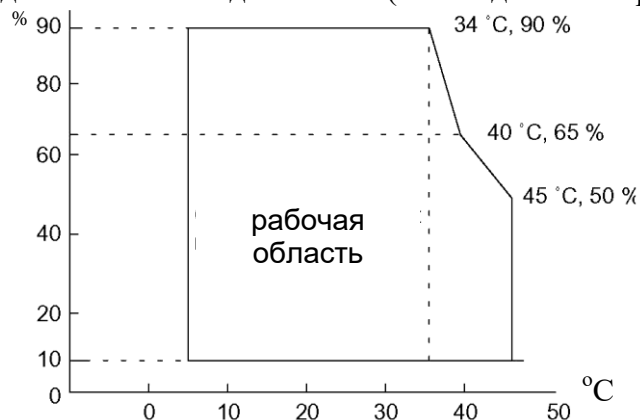

Рисунок 3.1 - Климатические условия эксплуатации
- температура и влажность (без конденсации) согласно рисунку (Рисунок 3.1);